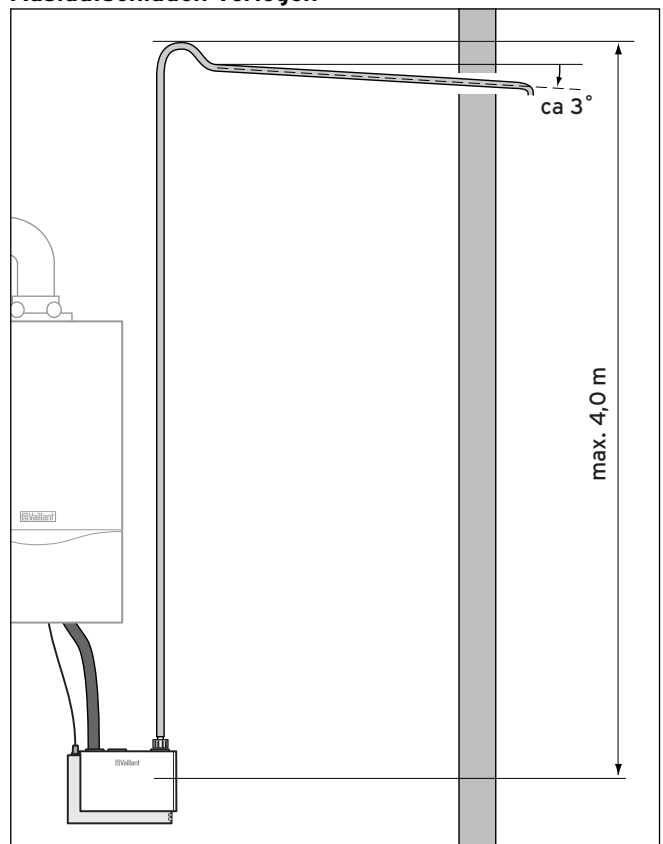

Abb. 4.4 Auslaufschlauch verlegen
- Beachten Sie für die Verlegung des Auslaufschlauchs folgendes (→ Abb. 4.4):